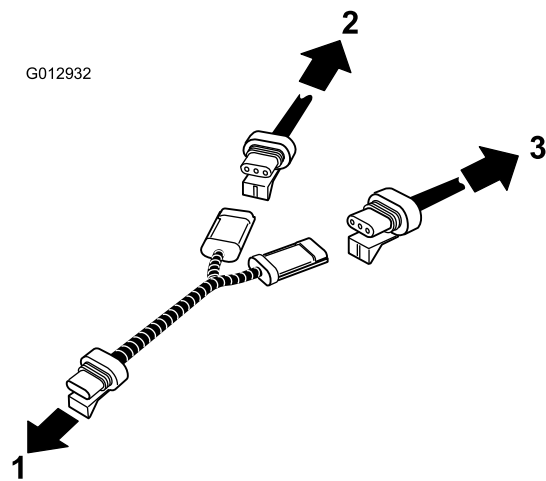

Figura 14
17. Instale el arnés puente del indicador de velocidad (con forma de Y) entre el arnés del sensor de velocidad y los arneses de cableado existente y de pulverización. Conecte el sensor de velocidad tanto al arnés de cables existente como al arnés de cables del sistema de pulverización (Figura 14).